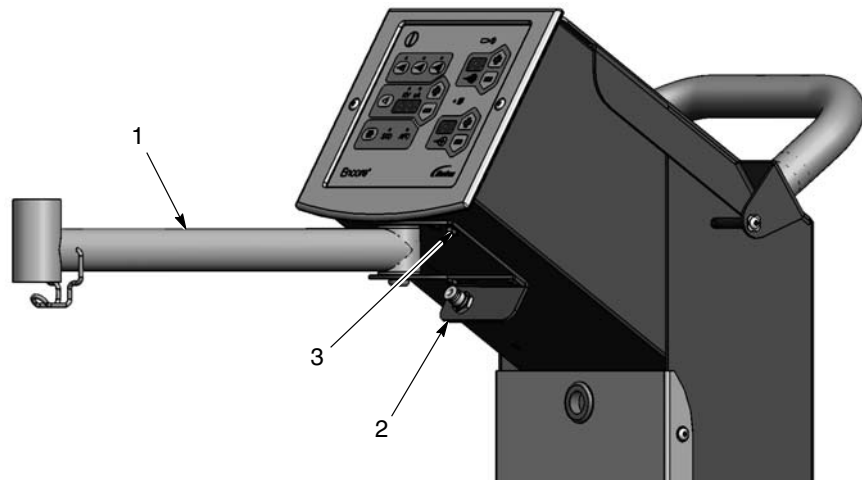

Figura 3-5 Montagem do braço captador
2. Consulte a figura 3-5. Monte o braço captador como ilustrado, usando quatro parafusos M5 x 10 com anilhas integradas (3).